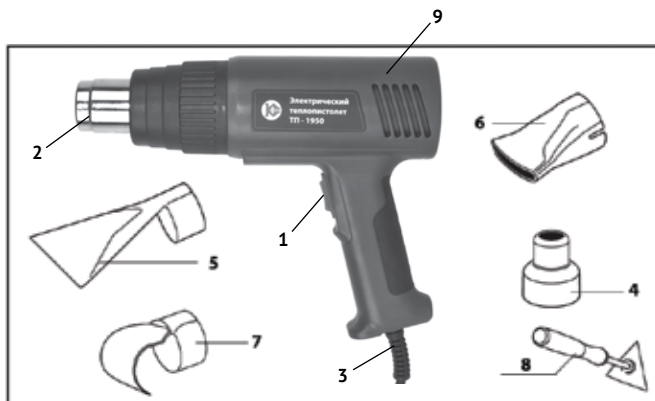

рис. 1
1.6 Общий вид тепловистолета представлен на рис.1
1.7 Коллекторный двигатель постоянного тока и спираль нагрева тепловистолета расположены в пластиковом корпусе (рис.1 поз.9). Корпус, состоящий из двух половин (правой и левой), выполнен заодно с рукояткой. Крутящий момент с якоря электродвигателя, передаётся на крыльчатку, которая обеспечивает движение воздушного потока от вентиляционных отверстий в задней части корпуса к выходному патрубку (рис.1 поз.2). Намотанная на теплоизоляционную основу спираль, нагревает проходящий воздух до установленной температуры.
1.8 Клавиша переключателя (рис.1 поз.1) расположена в передней части рукоятки. Она имеет 3-и фиксированных положения: «0» - выключено, «I» - первый режим, «II» - второй режим.
- для снятия размягчённых слоёв, используйте треугольный скребок (рис.1 поз.8), закрепив его между двумя гайками на рукоятке;
- при работе используйте насадку с отражателем (рис.1 поз.5), для защиты стекла от горячего воздушного потока;
- для разогрева используйте плоскую насадку (рис.1 поз.6);
- используйте насадку для труб (рис.1 поз.7) или сужающуюся (рис.1 поз.4);
- используйте насадку для труб (рис.1 поз.7);